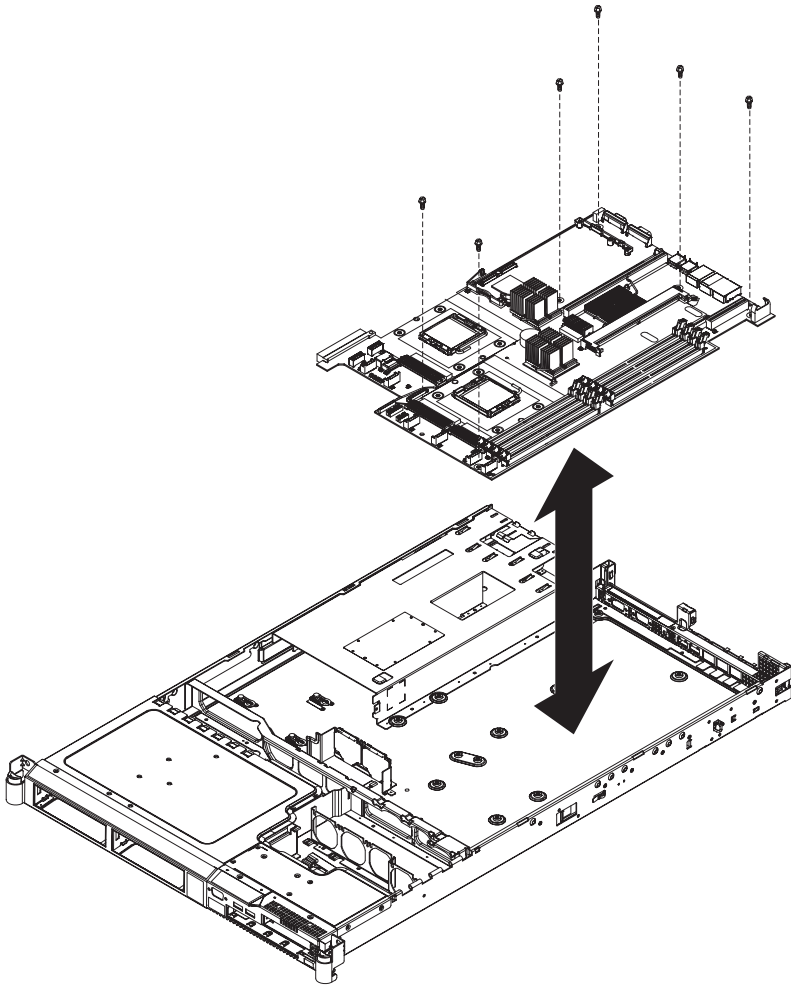

図 293. SAN ボリューム・コントローラー 2145-8G4 システム・ボードを固定するねじの配置
2. システム・ボード上の 6 個のねじを交換し (344 ページの図 293 を参照)、システム・ボードをシャーシに固定します。